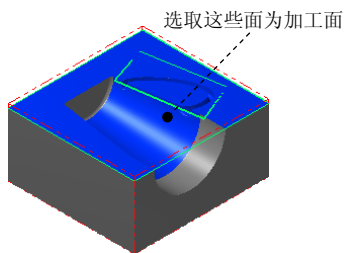

图 21.23 选取加工面
(1) 选取加工面。在图形区中选取图 21.23 所示的面（共 18 个面），然后按 Enter 键，系统弹出“刀具路径的曲面选取”对话框。